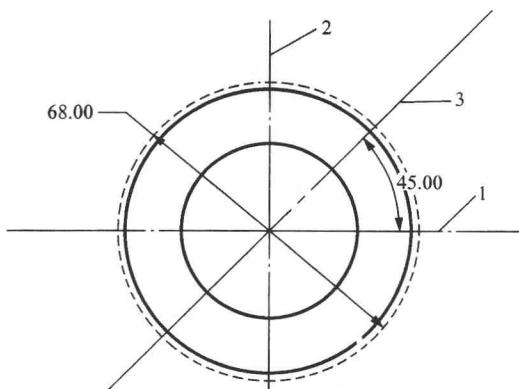

图 1.1-25 三条中心线
(3) 单击 直线 中的 N , 弹出如图 1.1-24 所示的选项按钮, 单击其中的 中心线 按钮, 通过圆心绘制 3 条中心线: 1 条水平; 1 条垂直; 1 条与水平方向成 45° 夹角。分别如图 1.1-25 所示。